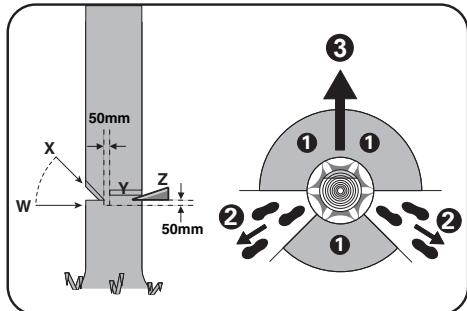

Fig. 1
Il convient de prévoir et de dégager un chemin d'évacuation autant que nécessaire avant de commencer les coupes. Il convient d'étendre le chemin d'évacuation vers l'arrière et en diagonale à l'arrière de la ligne prévue de chute, comme représenté à la Figure 1.
Effectuer l'entaille sur 1/3 du diamètre de l'arbre, perpendiculairement au sens de la chute, comme représenté à la Figure 1. Effectuer d'abord la coupe d'entaille horizontale inférieure (W). Cela permet d'éviter le pincement de la chaîne coupante ou du guide-chaîne lors de l'exécution de la seconde entaille (X).
Réaliser le trait d'abattage (Y) à un niveau supérieur d'au moins 50 mm à la coupe d'entaille horizontale, comme représenté à la Figure 1. Maintenir le trait d'abattage parallèle à la coupe d'entaille horizontale. Réaliser le trait d'abattage de façon à laisser suffisamment de bois pour servir de charnière. Le bois de charnière empêche le mouvement de torsion de l'arbre et sa chute dans la mauvaise direction. Ne pas effectuer de coupe au travers de la charnière.
Lorsque l'arbre commence à tomber, retirer la scie à chaîne de l'entaille, arrêter le moteur, poser à terre la scie à chaîne, puis emprunter le chemin d'évacuation prévu (2). Être vigilant aux chutes de branches au-dessus de la tête et faire attention à vos appuis. (Voir Fig. 1)